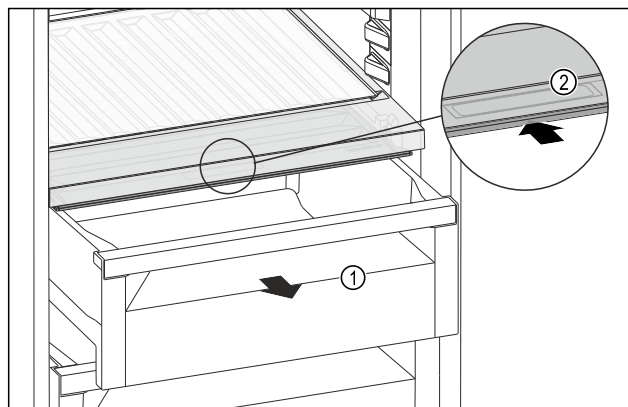

Fig. 123
- Zásuvku Fig. 123 (1) vytáhněte.
- Uchopte prohlubeň pro rukojeť Fig. 123 (2) na víku zásuvky a současně zasuňte víko zásuvky směrem dozadu.